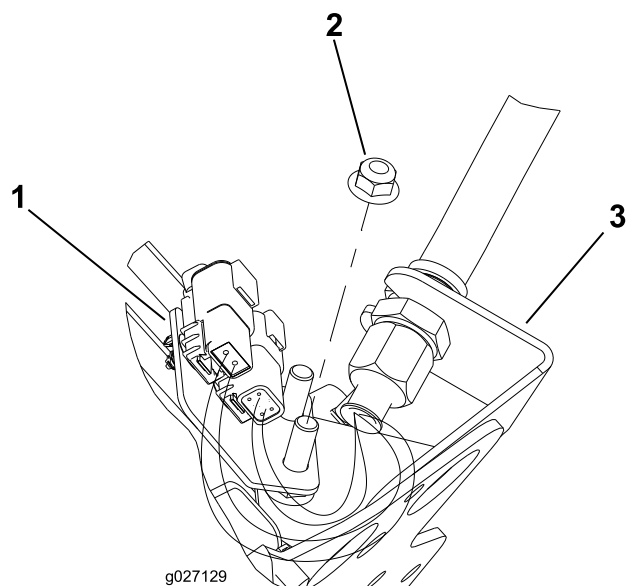
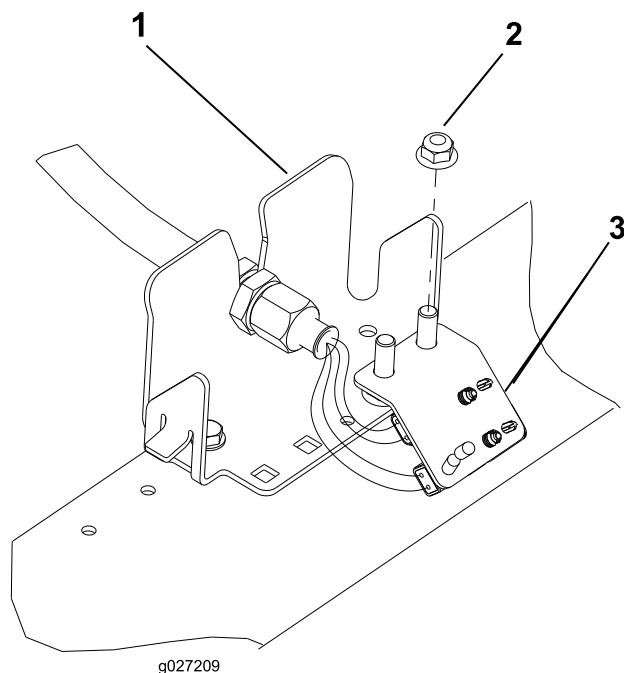

Figura 12
Figura 15
6. Repita el procedimiento en los 4 pasamuros restantes, según lo indicado en las figuras (Figura 12 a Figura 15).